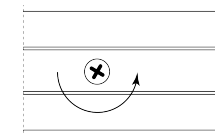
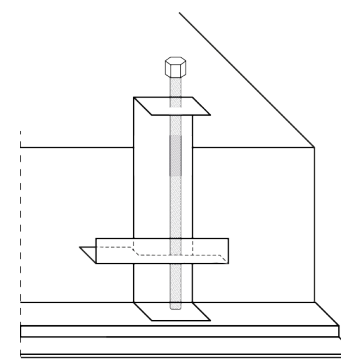

Рисунок 2
Рисунок 3
4. Непосредственно перед установкой повернуть 4 установочных винта против часовой стрелки, ослабив установочные лапки (рис.2). Внимание: высоту, на которую нужно поднять лапки, следует выбрать чуть большую, чем толщина потолочной панели. В открытом положении лапки будут выглядеть, как на рис. 3.